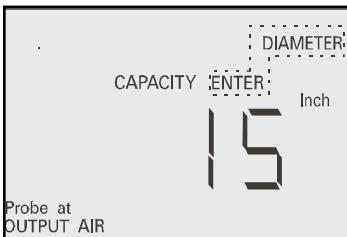

Fig. 16
**5.5.6** Pour mesurer les grilles rondes – A l'étape 5.5.3, appuyez sur ENTER pendant plus de 2 secondes jusqu'à ce que DIAMETER (diamètre) s'affiche en clignotant sur l'écran LCD. (Fig.16)